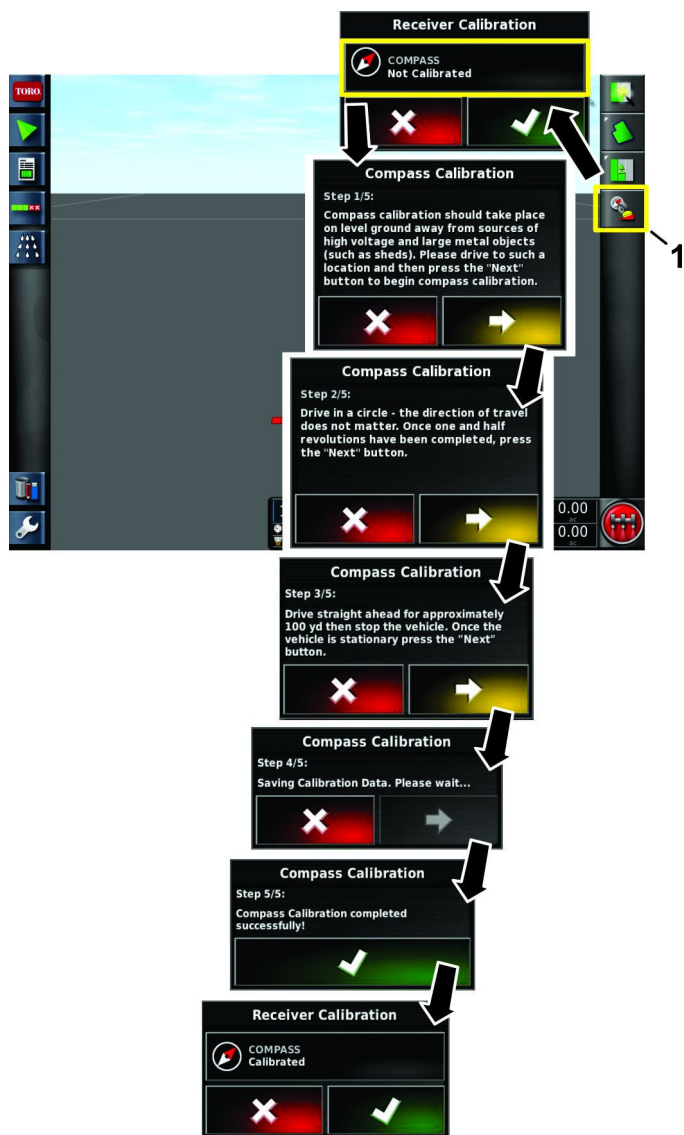

Рисунок 73
1. Выберите значок калибровки приемника (Рисунок 73).
2. Выберите значок компаса (Рисунок 73).
4. Нажмите стрелку «Далее» (Рисунок 73).
6. Подтвердите калибровку (Рисунок 73).